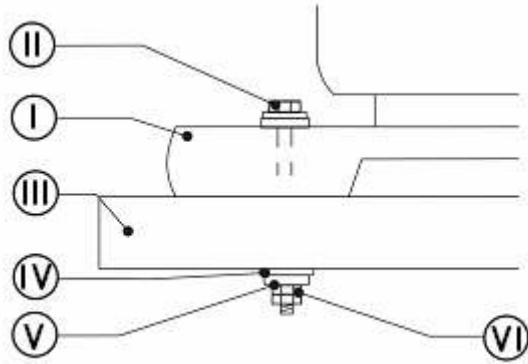

Рис.2
8. МОНТАЖ СТАНКА(Рис.2)
8.1. Монтаж станка на верстаке (Рис.2)